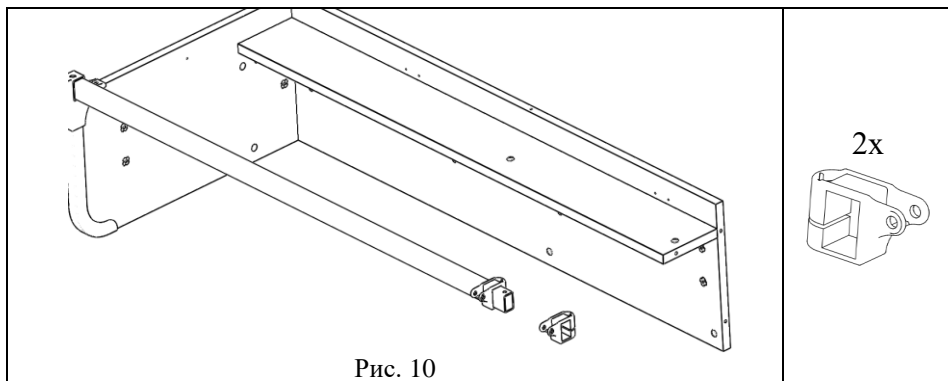

Рис. 10
5.1.7. К сборке по п. 5.1.6 вставить в опору трубу (поз.7) СУТ.42.131. Основание шарнира (поз.1, пакет № 149) согласно рис. 10